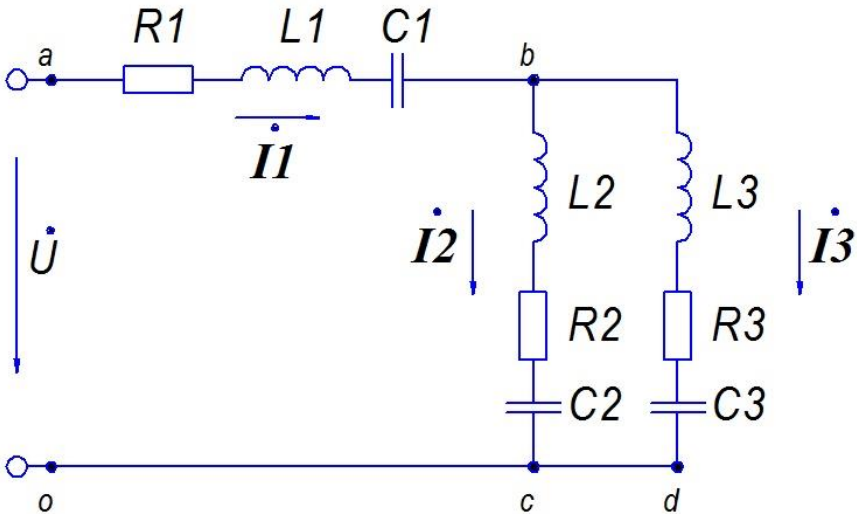

Рисунок 4.1 - Схема для розрахунків
До електричного кола, схема якого наведена на рис. 4.1, прикладена напруга $U = U_m \sin \omega t$.
4.1.1 Для схеми, що наведена на рис. 4.1, зробити наступні розрахунки з урахуванням замкнених точок **c** і **d**.